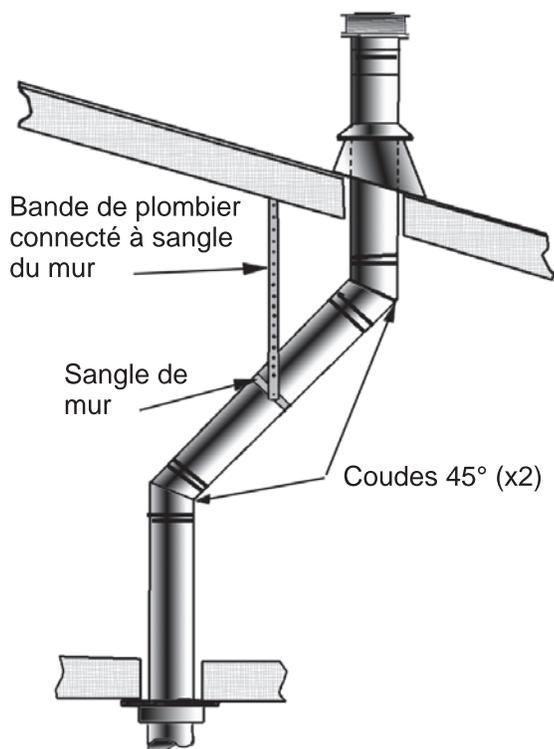

Figure 51 : Utilisation des sangles murales.
- (1) Si un déport est nécessaire dans le grenier pour éviter les obstructions, il est important de soutenir le tuyau d'évacuation tous **les 3' (914 mm)** pour éviter une tension excessive sur les coudes et une éventuelle séparation. Des sangles murales sont disponibles à cet effet (voir la figure 51).
- (2) Dans la mesure du possible, utilisez des coudes à 45° au lieu de coudes à 90°. Le coude à 45° offre moins de restriction au flux des gaz de combustion et de l'air d'admission.